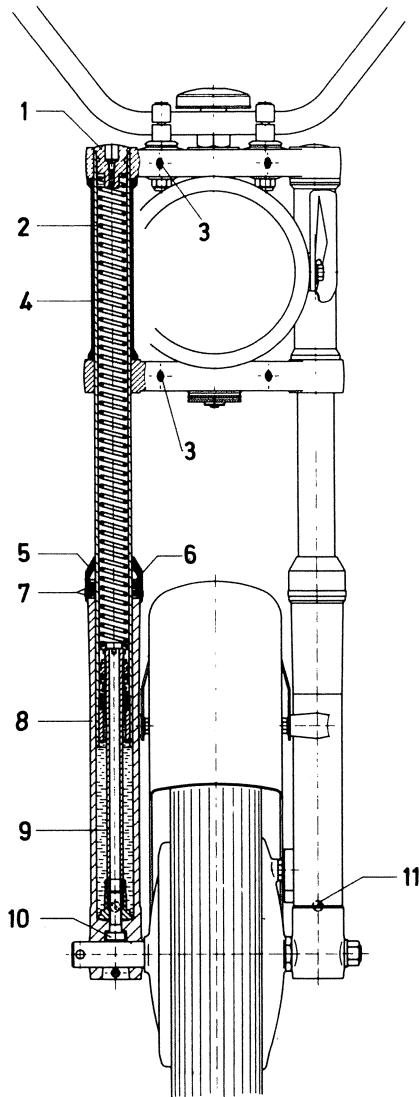

Fig. 7
2.2 ERSETZEN DER DRUCKFEDERN (Fig. 7 und 8)
- Federführungszapfen (1) weg-schrauben
- Druckfeder (2) nach oben heraus-ziehen
- Neue Druckfeder (2) einschieben
- Federführungszapfen (1) ein-schrauben
2.2 REMPLACEMENT DES RESSORTS DE SUS-PENSION (fig. 7 et 8)
- Dévisser le bouchon guide-ressort (1)
- Extraire le ressort de suspension (2) vers le haut
- Engager le nouveau ressort (2)
- Visser le bouchon guide-ressort (1)
2.3 ERSETZEN DES GUMMISTAUBABSTREIFERS (Fig. 7)
- Klemmschrauben (3) um ca. 3 Um-gänge lösen
- Gummi-Staubabstreifer (5) weg-nehmen und durch neuen ersetzen
2.3 REMPLACEMENT DU RACLEUR EN CAOUT-CHOU (fig. 7)
- Dévisser les vis de serrage (3) de 3 tours
- Enlever le racleur en caoutchouc (5) et le remplacer par un neuf
2.4 ERSETZEN DER DICHTRINGE (Fig. 7)
- Klemmschrauben (3) um 3 Umgänge lösen
- Gummi-Staubabstreifer (5) weg-nehmen
- Sprengring (6) herausnehmen
- Dichtringe (7) mittels Drahtaken herausnehmen (Achtung! Tragrohr (4) nicht verletzen)
- Sprengring (6) montieren.
2.4 REMPLACEMENT DES JOINTS D'ETANCHEITE (fig. 7)
- Enlever le racleur en caoutchouc (5)
- Démonter le circlip (6)
- Extraire les deux joints d'étan-chéité (7) au moyen d'un crochet en fil d'acier (Attention! ne pas rayer le tube porteur (4))
- Remonter le circlip (6).